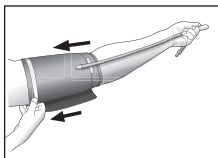

Fig. 4
3. El tubo debe seguir la longitud interior del brazo, Fig. 4.